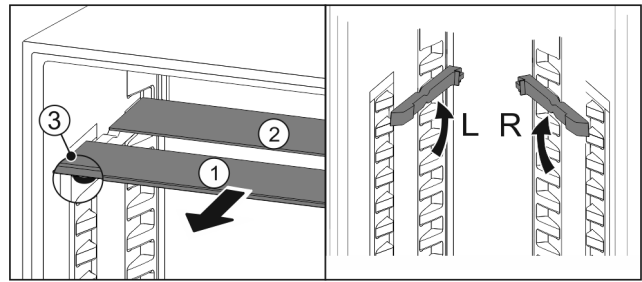

Fig. 123
- ▶ Glasplatten einzeln nach vorne herausziehen Fig. 123 (1).
- ▷ Glasplatte Fig. 123 (1) mit Zierleiste liegt vorne.
- ▷ Stopps Fig. 123 (3) zeigen nach unten.